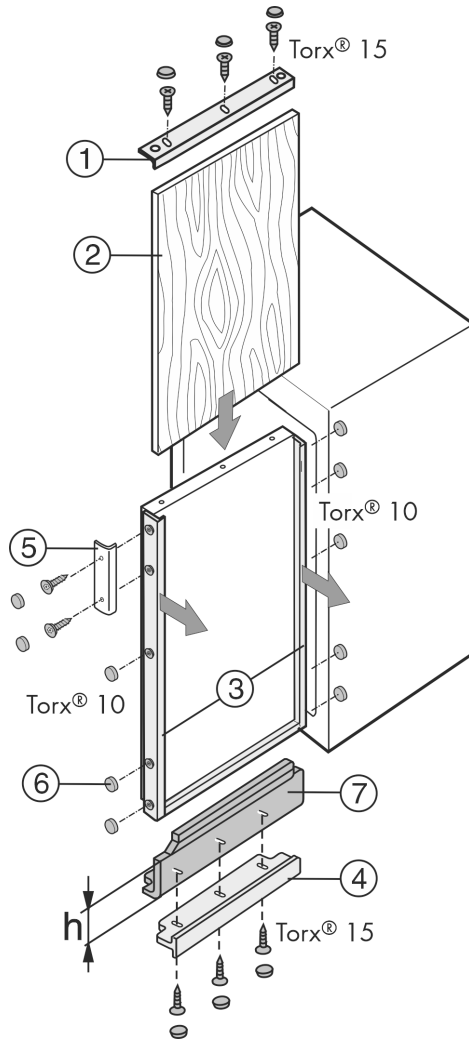

Fig. 42
Если имеется декоративная панель, но ее высота слишком мала, то ее можно подогнать, используя компенсационные планки Fig. 42 (7) различной высоты.